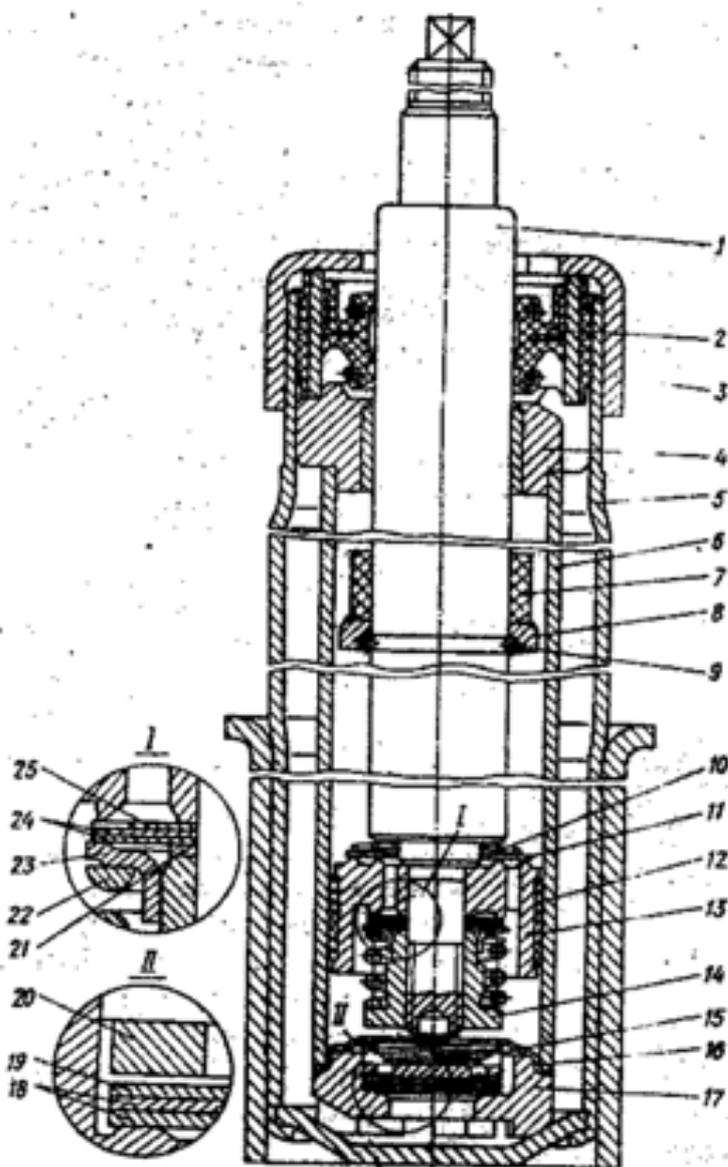

Рис. 171. Амортизатор стойки передней подвески:
Разборка и сборка амортизатора. Амортизатор имеет весьма сложную конструкцию и много точно изготовленных и собранных деталей. Поэтому, его разборку следует делать только в действительно необходимых случаях, пользоваться специальным инструментом и соблюдать особую чистоту. Конструкция амортизатора показана на рис. 171.
1. Установите амортизатор нижней частью в тиски и закрепите, вытяните шток 1 до упора и специальным ключом (рис. 172, а) отверните и снимите с амортизатора гайку 3 резервуара 5 (рис. 171);
5. Закрепите шток поршня в сборе за его верхний монтажный конец и с помощью торцевого ключа отверните гайку клапана отдачи 14 (рис. 171).
Примечание. Перед установкой сальника необходимо проверить состояние рабочих кромок (разрывы и деформация рабочих кромок не допускается), заполните канавки между рабочими кромками смазкой ЦИАТИМ-201. При помощи специальной оправки (рис. 172), предохраняющей повреждение рабочих кромок, аккуратно вставьте сальник в резервуар так, чтобы две рядом расположенные кромки были внизу (рис. 171);